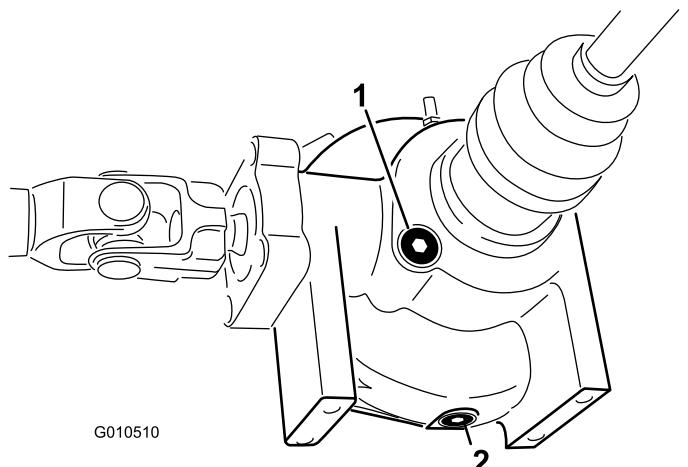

図 43
4. デファンシャルの側面についている補給・点検プラグの周囲をきれいに拭く図 43。
4. デファレンシャル側面にあるドレンプラグの周辺をウェスできれいにぬぐう図 43。